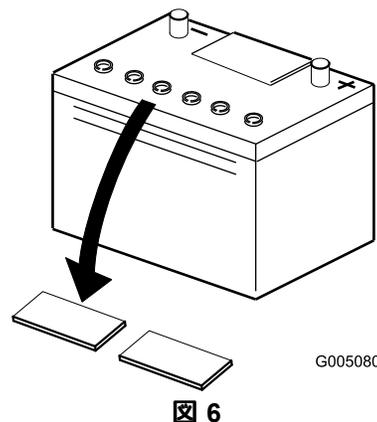

図6
2. バッテリーの上部をきれいに拭い、キャップを取り外す(図6)。